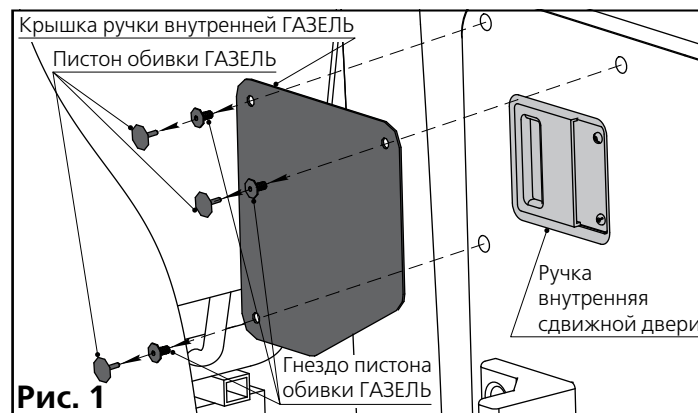

Рис. 1
1. Выньте предохранитель 30А из колодки предохранителя (стр. 12, рис. 1).
2. Откройте дверь вручную демонтировав пистоны и гнёзда с крышки ручки внутренней (рис. 1).